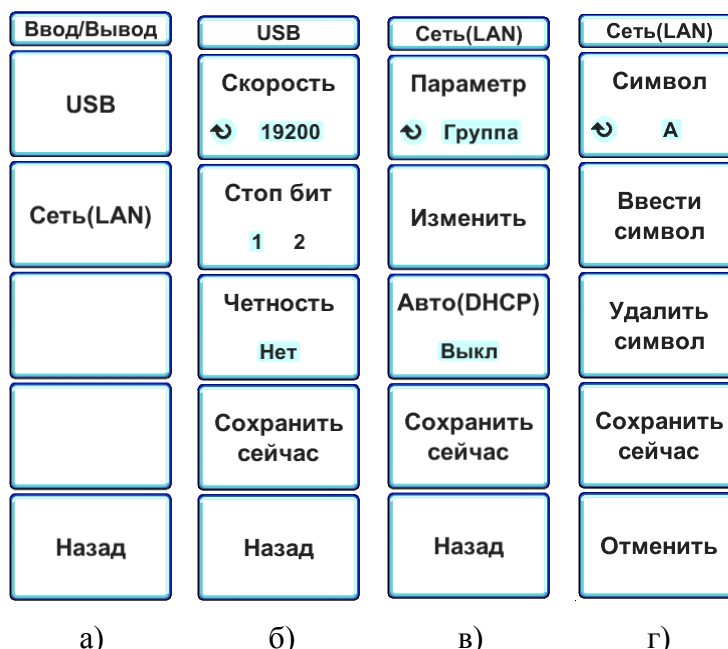

Рисунок 6.36 – Программное меню: а) «Ввод/Вывод»; б) «USB»; в) «Сеть (LAN)»; г) «Сеть (LAN)» в режиме редактирования.
- последовательно нажать программные кнопки «Далее» → «Ввод/Вывод» → «USB», чтобы перейти в подменю «USB» (рисунок 6.36, б);
- последовательно нажать программные кнопки «Далее» → «Ввод/Вывод» → «LAN», чтобы перейти в подменю «Сеть (LAN)» (рисунок 6.36, в);